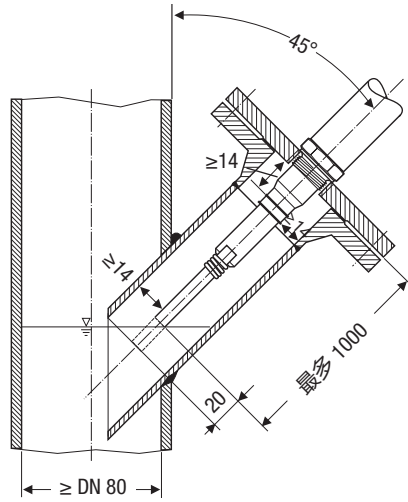

图 16 倾斜安装在例如储罐或热水设备的上升热水管内
- 电极的倾斜角度最大可为 45°，而电极棒的长度则限制在 1000 mm。**图 16、20**